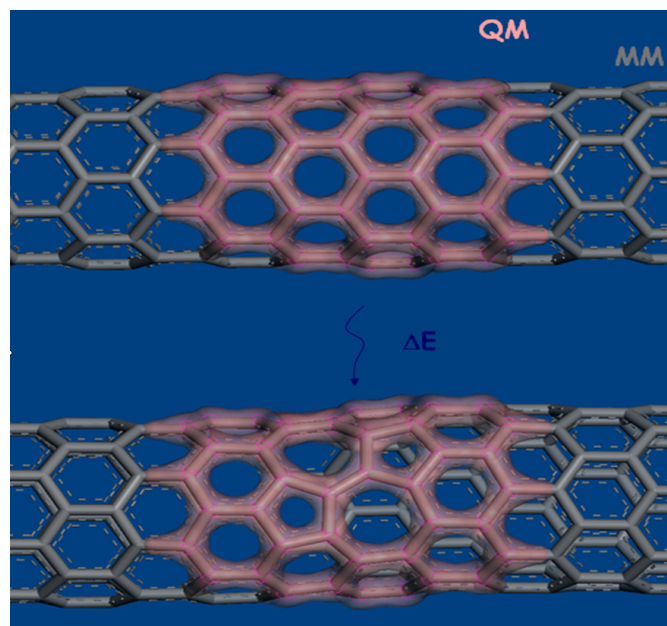

図 2: QMERA を使用した、カーボン ナノチューブにおける Stone-Wales 欠陥形成エネルギーの調査
- カーボンナノチューブの複数の欠陥部位の精査(図2を参照)